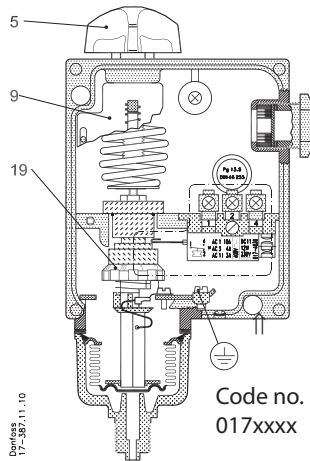

Fig. 1
The pressure controller is set by rotating the knob (5), at the same time reading the main scale (9). See fig. 1.
Der Pressostat ist nach der Funktion - Schliessen oder Öffnen, - die bei Druckabfall eintreten soll, einzustellen (Bereichseinstellung). Die Einstellung selbst wird mit dem Einstellknopf (5) unter gleichzeitiger Ablesung der Hauptskala (9) vorgenommen. Siehe Fig. 1.